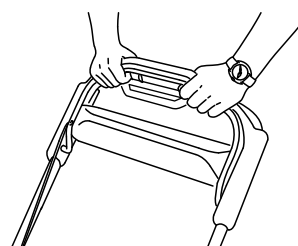

Figure 18
3. Maintenez la barre de commande des lames contre le guidon (Figure 18).